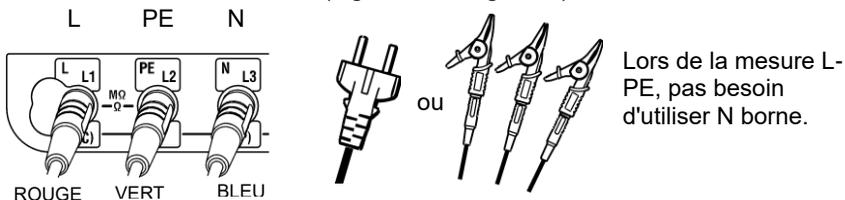
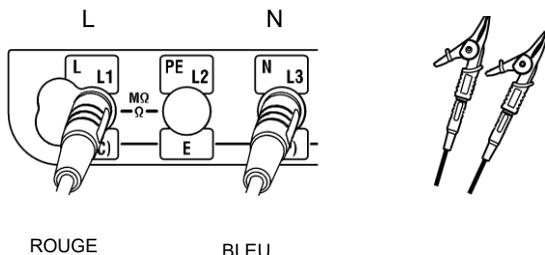

Fig. 10-7 Pour essai L-PE et L-N
Fig. 10-8 Pour essai L-N et L-L
- (1) Sélectionnez la fonction LOOP HIGH avec le commutateur rotatif.
- (2) Connecter le fil d'essai à l'instrument. (Fig. 10-7 ou Fig. 10-8)